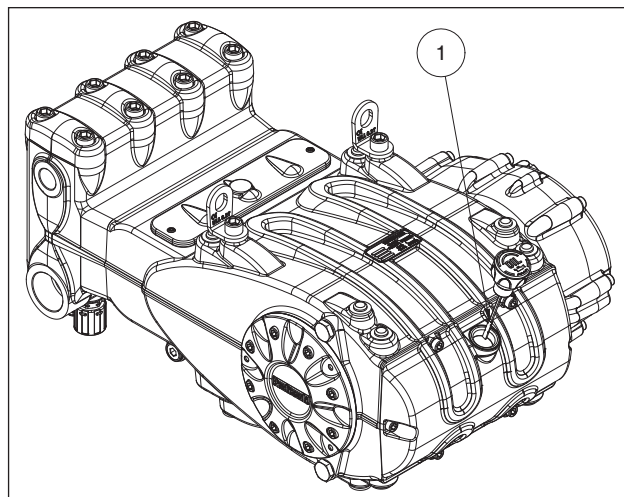

Fig. 8
5. 泵壳中的油处于规定的油位，可通过专用的油位杆 (①，Fig. 8) 进行检查。